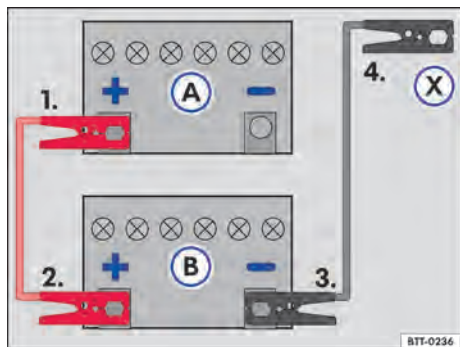

Fig. 216 Esquema para la conexión de los cables auxiliares de arranque: batería del vehículo descargada (A) y batería del vehículo que provee la corriente (B).
Leyenda para → fig. 216:
Conectar el cable de arranque auxiliar solo en la secuencia 1 – 2 – 3 – 4 → fig. 216.
- Conectar una extremidad del cable auxiliar de arranque *rojo* al polo positivo (+) del vehículo con la batería del vehículo descargada → fig. 216 (A) → ⚠️.
- Conectar el otro extremo del cable de arranque auxiliar *rojo* al polo positivo (+) del vehículo que suministra corriente (B).
- Conectar un extremo del cable de arranque auxiliar *negro* al polo negativo de la batería del vehículo que suministra la corriente (B).
- Conectar el otro extremo del cable de arranque auxiliar *negro* (X) al vehículo con la batería descargada en un punto de ayuda al arranque (punto de puesta tierra) o una pieza maciza de metal atornillada firmemente al bloque del motor, sin embargo, no cerca de la batería (A) → ⚠️.